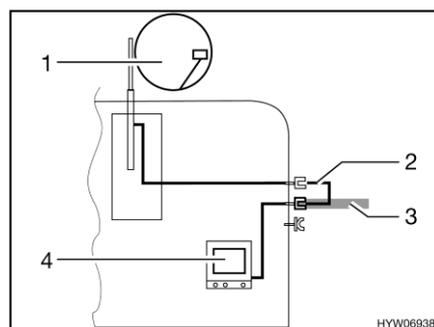

Fig. 205 TV nel veicolo
- TV nel veicolo (Fig. 205,4): Collegamento all'antenna del tetto (Fig. 205,1) con cavo di collegamento (Fig. 205,2)
- TV nel veicolo (Fig. 205,4): Collegamento a antenna esterna (Fig. 205,3)